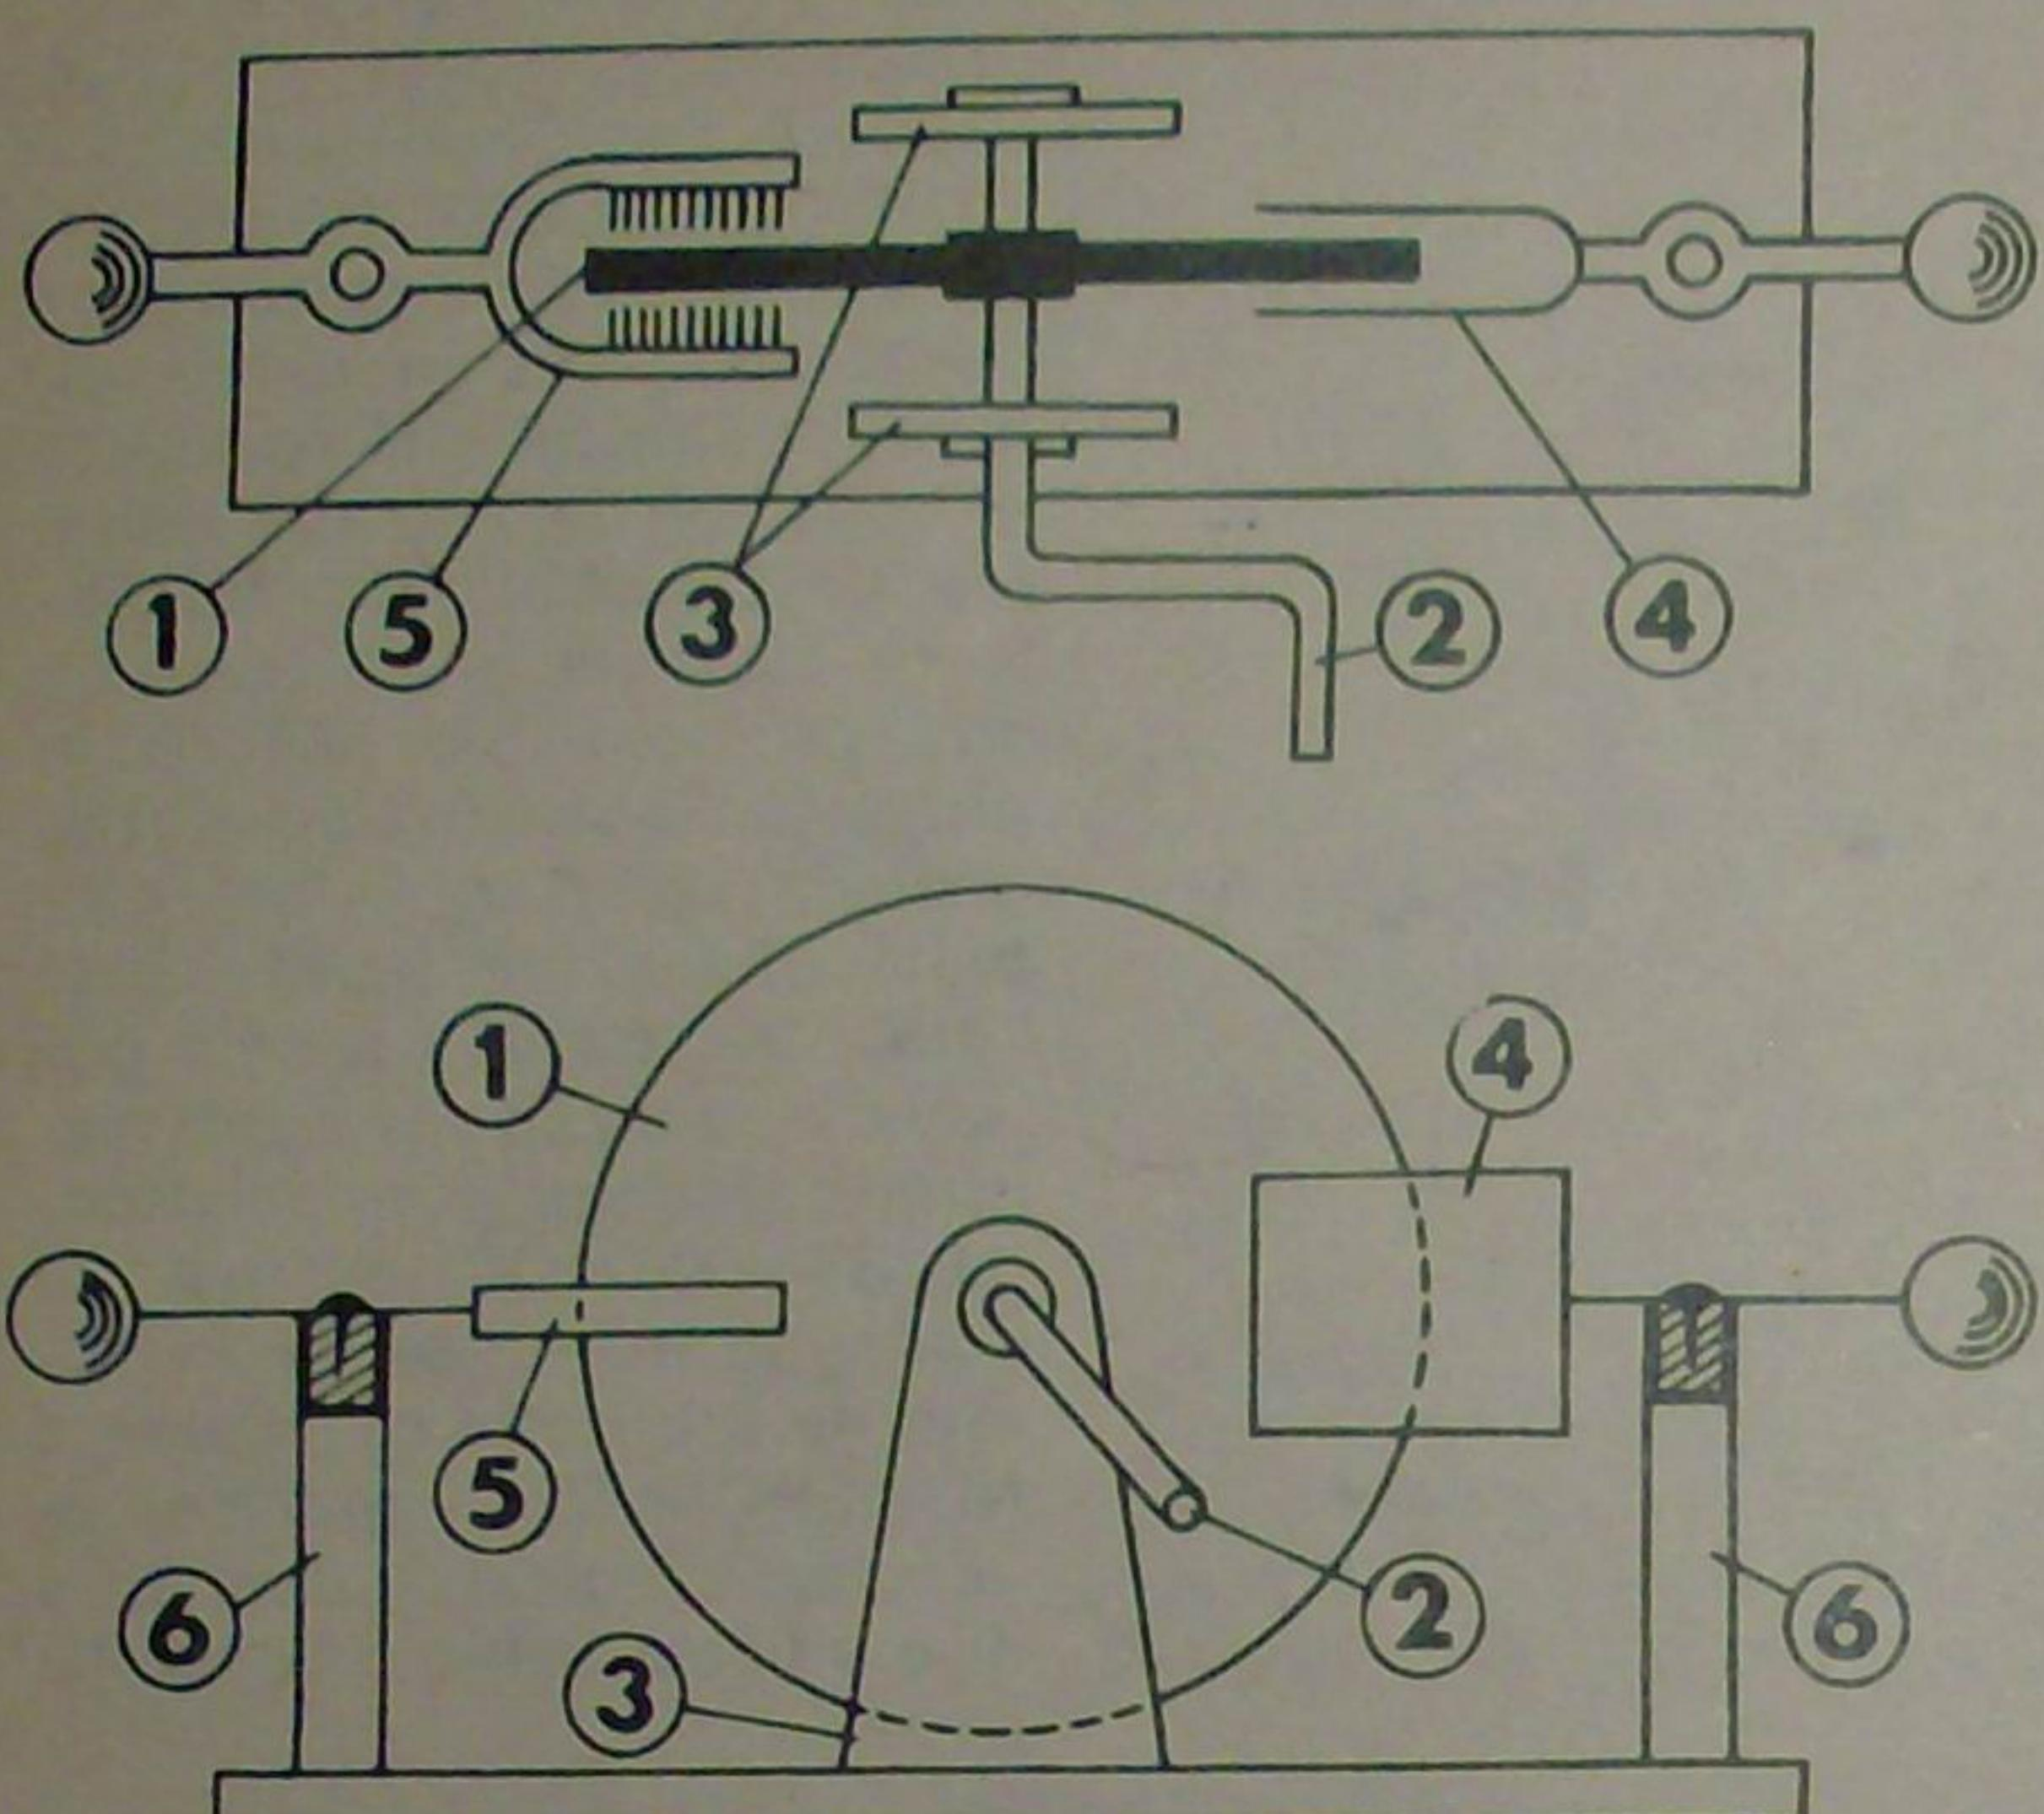

Fig. 1
Mașina (fig. 1) este alcătuită dintr-un disc (1) din sticlă, plexiglas ori alt material plastic, care se rotește pe un ax-manivelă (2) și este susținut de doi suporti (3) din lemn. În timpul rotirii, discul se freacă de două blânițe (4) și se electrizează. Electricitatea producă, determină, prin influență, în bila de la capătul pieptenului (5) sarcini electrice de semn contrar